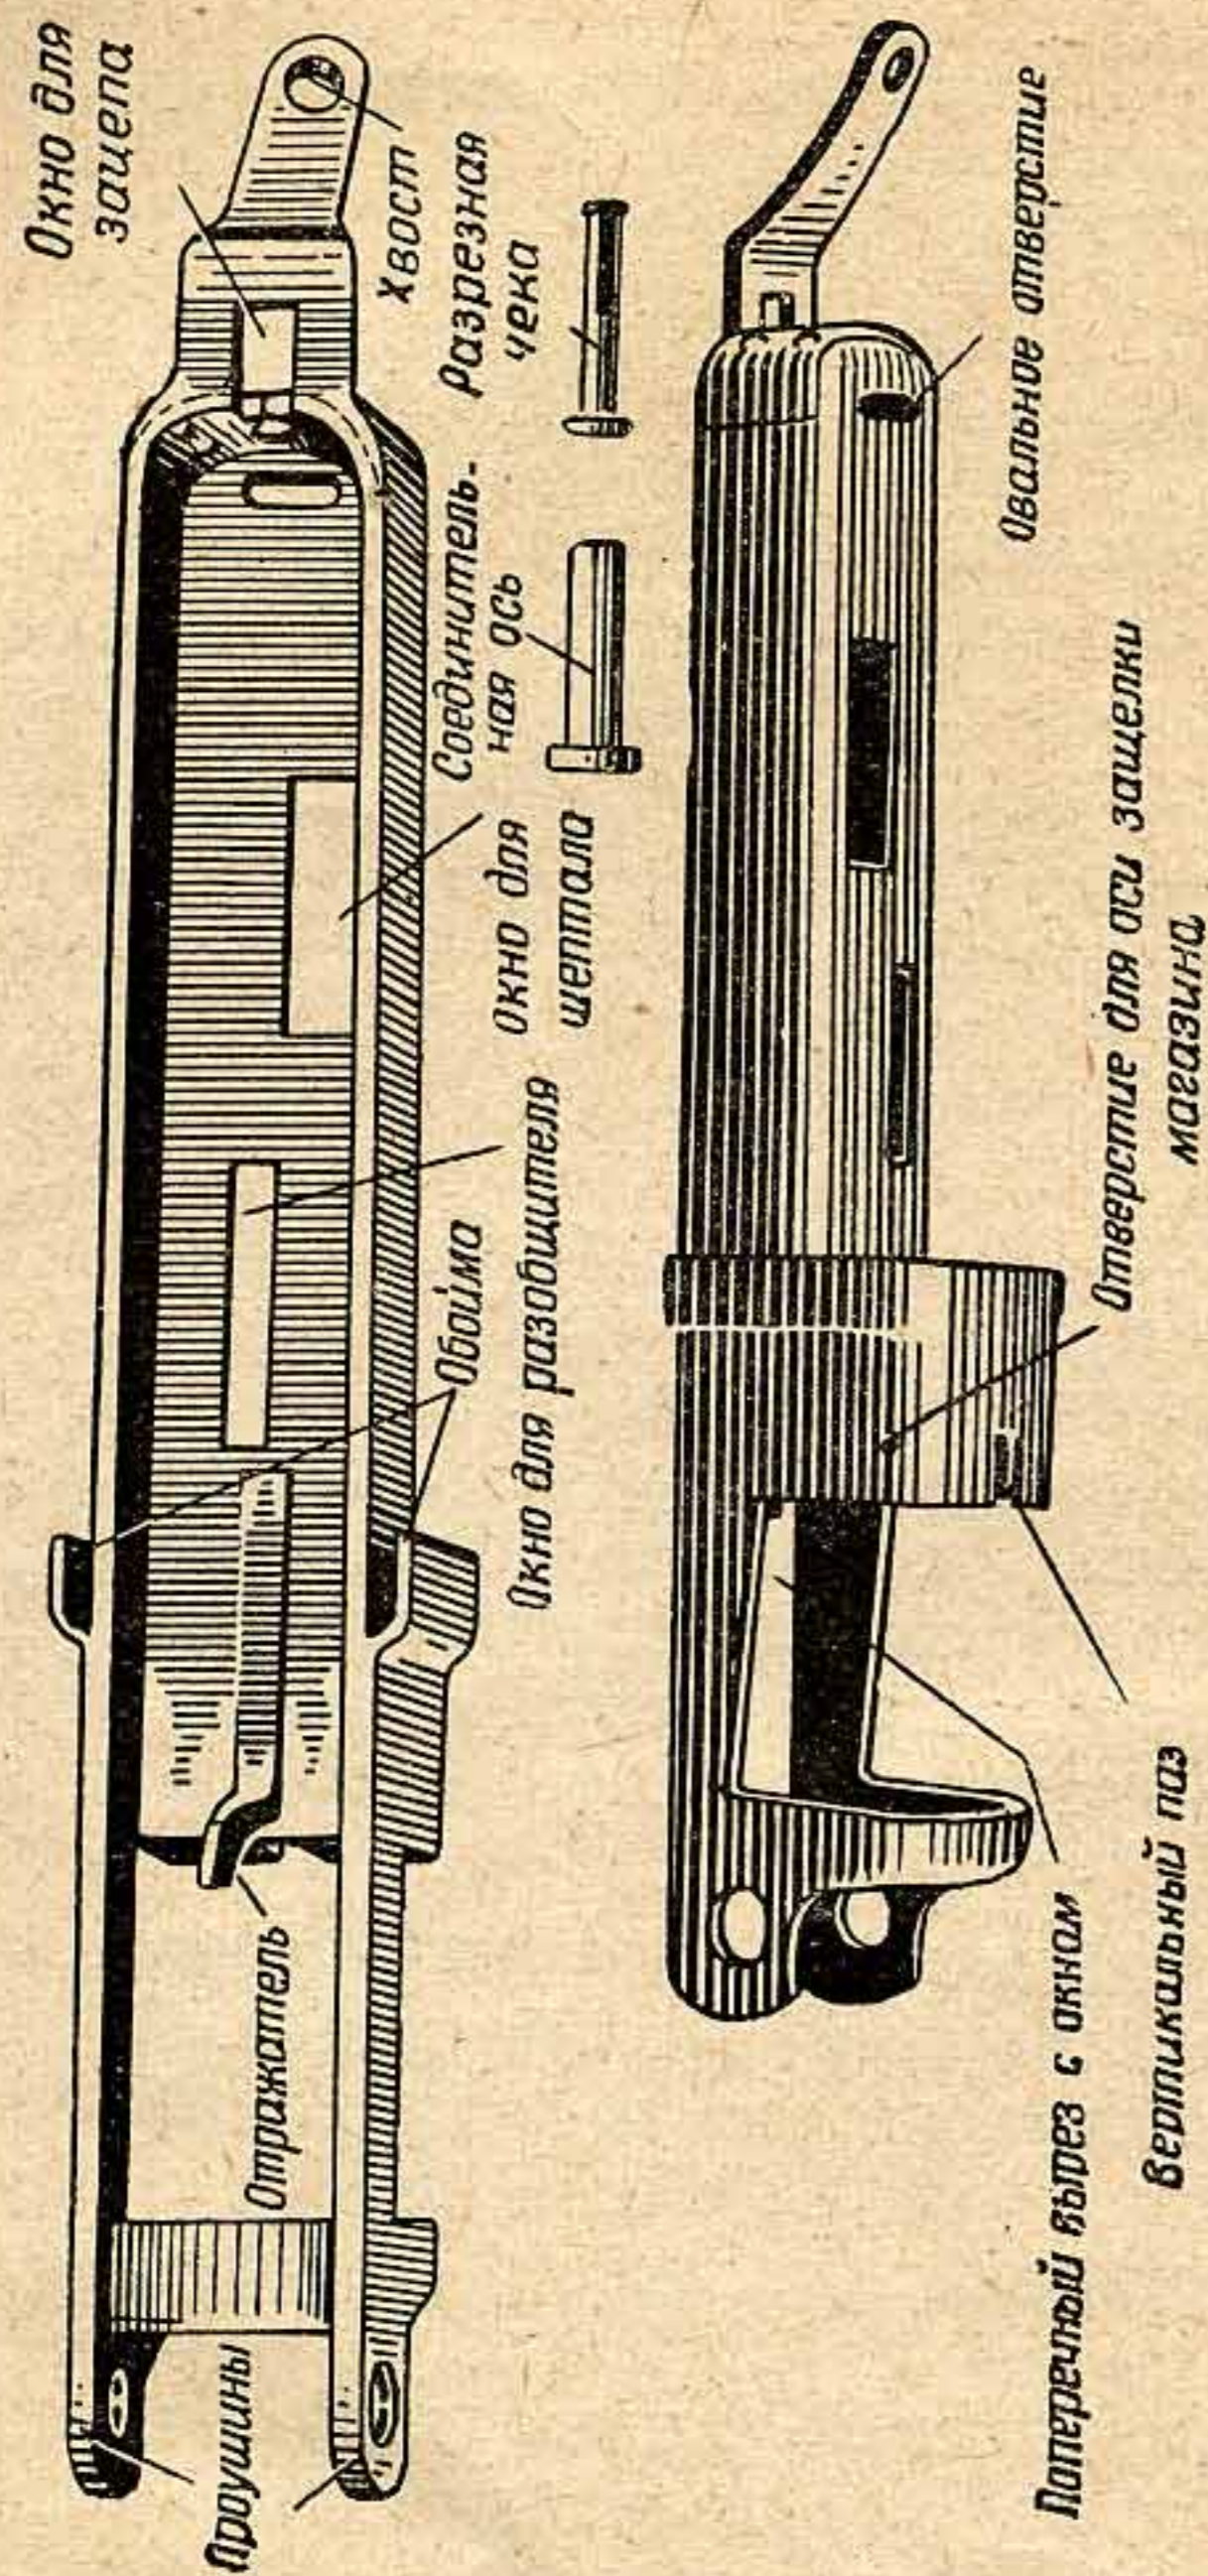

Рис. 8. Затворная коробка
7. Затворная коробка (рис. 8) служит для соединения основных частей автомата и движения в ней затвора. Она имеет: а) проушины для соединения со ствольной коробкой; б) окно для магазина; в) вертикальный паз для защёлки магазина; г) обойму для соединения с передней частью ложи и спусковой коробкой; д) внизу два окна: переднее — для разобщителя, заднее — для шептала спускового рычага; овальное отверстие — для заднего выступа спусковой скобы; е) в задней стенке гнездо, куда входит конец направляющего стержня; ж) в задней части хвост, который имеет окно для прохода зацепа защёлки ствольной коробки; отверстие для прохода хвостового винта; з) внутри отражатель, который служит для отражения гильзы; и) внизу защёлку магазина с пружиной.